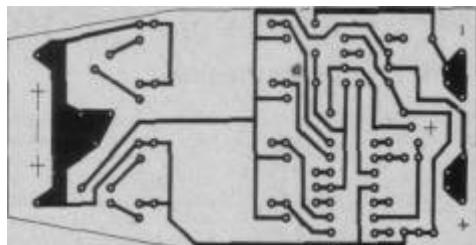
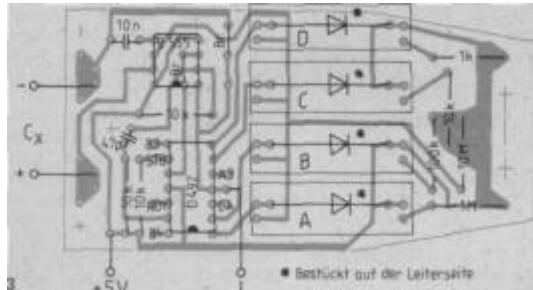

Bild 2
Bild 3
Wie in (1) wird ein B555D als Monoflop mit der unbekannten KapazitÃ¤t im zeitbestimmenden RC-Glied beschaltet. Durch die Leitung RDY der PIO wird das Monoflop gestartet (OUT-Befehl), Es lÃ¶st beim ZurÃ¼ckschalten Ã¼ber /STB einen Interrupt aus. So ist es mÃ¶glich, mit dem Computer die unbekannte KapazitÃ¤t auszuzÃ¤hlen,. Um Ã¼ber einen groÃen KapazitÃ¤tsbereich gÃ¼nstige Zeitkonstanten zu erhalten, erfolgt eine Umschaltung des zeitbestimmenden Widerstandes mit Reed-Relais. Der zur Ansteuerung eingesetzte D492D kann auch durch andere geeignete Treiber (z B. Einzeltransistoren) ersetzt werden. Der externe Widerstand von R1...R5 ist unkritisch, man sollte aber Metallschichttypen verwenden. Ein Siebglied in der 5V-Leitung des B555D empfiehlt sich bei verbrummter Spannung. Als Beispiel fÃ¼r die praktische Realisierung zeigen **Bild 2** (Layout) und **Bild 3** (BestÃ¼ckungsplan) einen Entwurf, der fÃ¼r das Gehuse eines ausgedienten Antennen-Symmetriergliedes gedacht ist.